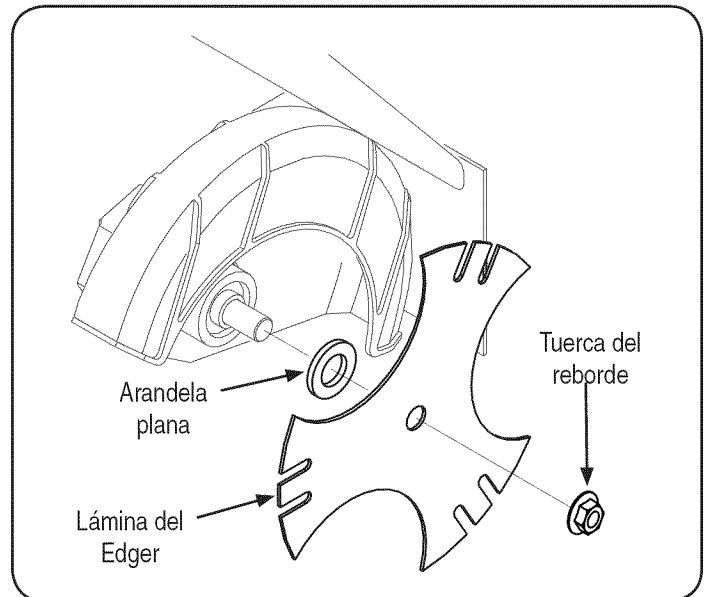

Figura 16
1. Use dos llaves (una para impedir que la cabeza del perno hexagonal gire loca y la otra para desenroscar la tuerca de brida) para extraer la cuchilla de la bordeadora. Consulte la Figura 16.